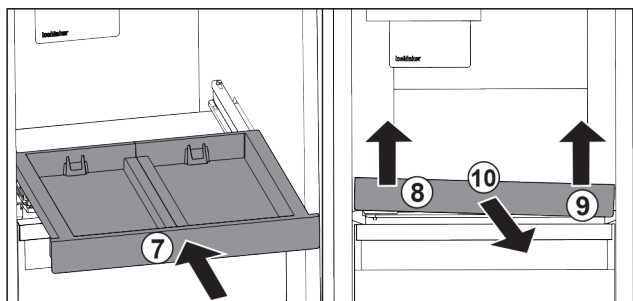

Fig. 102
- Zasuňte vysouvací přihrádku. Fig. 102 (7)
- Vysouvací přihrádku vpředu vlevo nadzvedněte. Fig. 102 (8)
- Vysouvací přihrádku vpředu vpravo nadzvedněte. Fig. 102 (9)
- Odeberte vysouvací přihrádku směrem dopředu. Fig. 102 (10)